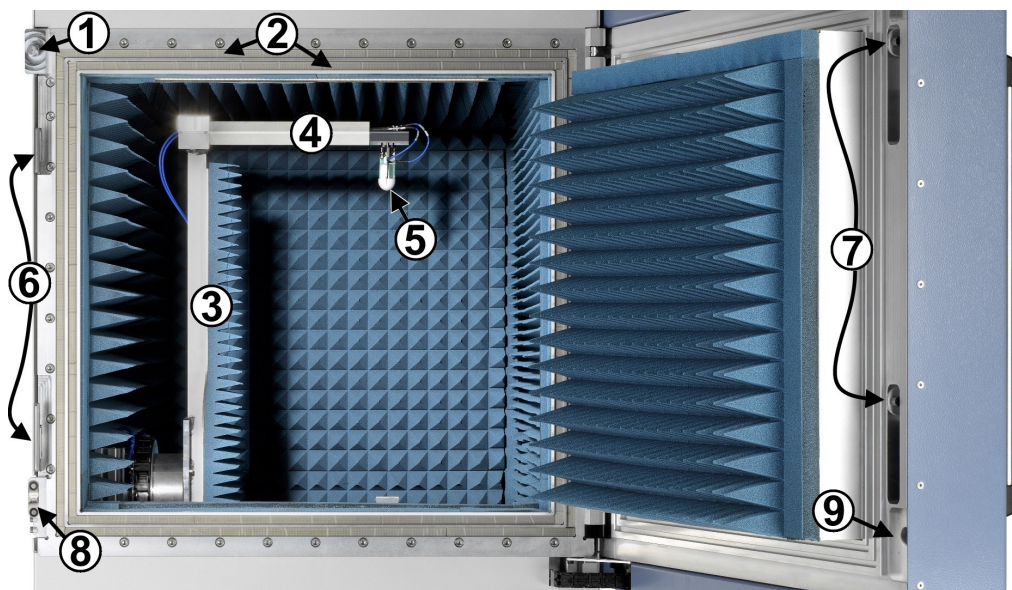

Figure 4-2 : Vue de face de la R&S ATS1000
L'ouverture de la porte allume la lumière du plafonnier de la chambre et la déverrouille, voir Figure 4-2.
Lorsque la porte (1) est ouverte comme à la section Figure 4-2, vous pouvez accéder à l'intérieur de la chambre afin d'y insérer et connecter un dispositif sous test. A l'intérieur, un utilisateur expert permet de configurer le maintien du dispositif sous test, d'aligner les positionneurs et de changer l'antenne de mesure. L'intérieur dispose des caractéristiques suivantes :